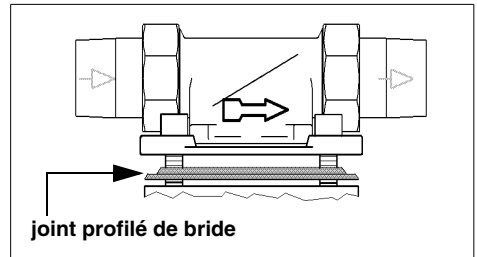

Fig. 4: Bride rotative de montage
La bride rotative de montage doit être installée dans le sens d'écoulement. Celui-ci est indiqué par une flèche moulée dans le matériau (cf. fig. 4).
- Vérifier si le profilé du joint à bride profilée est dirigé vers la bride rotative de montage (cf. fig. 4).
Le profilé du joint à bride doit être dirigé vers la bride rotative de montage (cf. fig. 4). Si ceci n'est pas respecté, des fuites d'eau peuvent se produire et provoquer des dégâts d'eau dans la maison et sur les équipements.